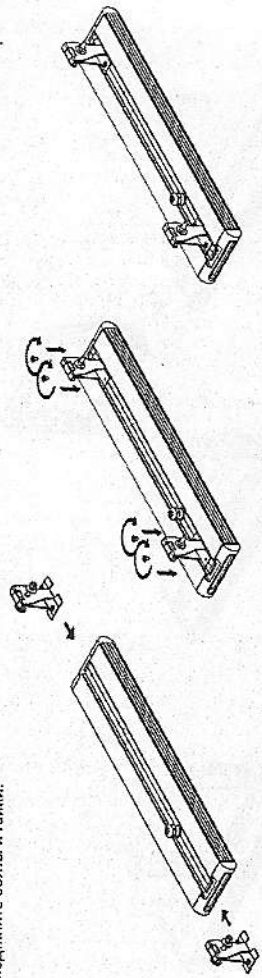
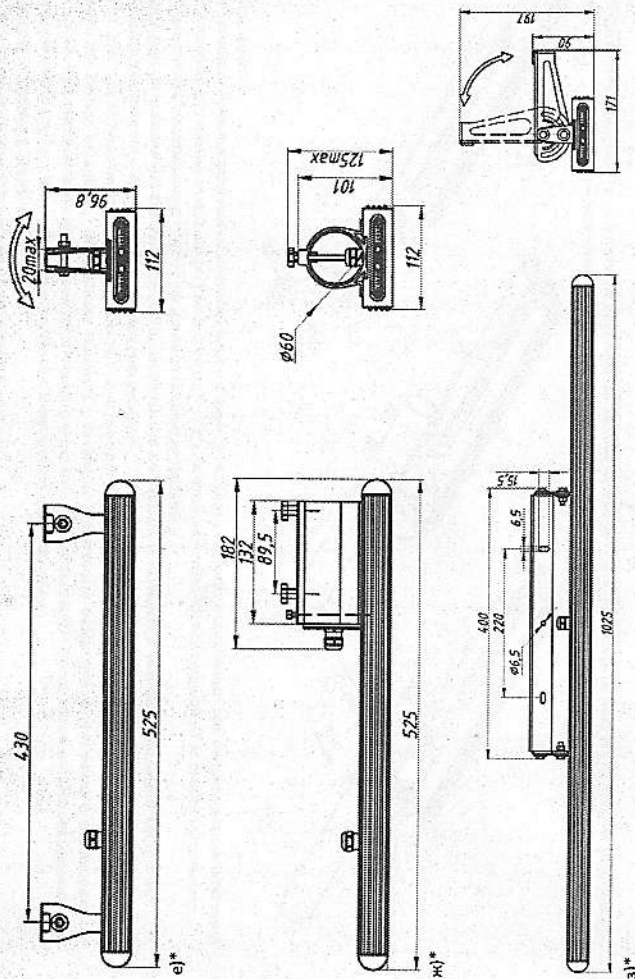

Рисунок 8 – Установка крепления Трос (на примере Element 0,5x1).
Рисунок 4 – Варианты крепления светильника Element (на примере Element 0,5x1 и Element 1x1):
5.9.1. Распакуйте крепление и установите на светильнике (см. рисунок 8). Заверните крепление в паз на корпусе светильника. Для фиксации крепления на корпусе светильника имеются 4 отверстия. Совместите отверстия на креплении с отверстиями на корпусе. Шаг между винтами на креплении должен совпасть с шагом между винтами на корпусе. Вкрутите четыре винта M5, идущих в комплекте для фиксации крепления на корпусе светильника. Крепление должно встать симметрично поперечной оси светильника (см. рисунок 4, е)
5.10.2. Распакуйте крепление и установите на светильнике (см. рисунок 4, ж). Заверните крепление в паз на корпусе светильника. Для фиксации крепления на корпусе светильника имеются 2 отверстия. Совместите отверстия на креплении с отверстиями на корпусе. Шаг между винтами на креплении должен совпасть с шагом между винтами на корпусе. Вкрутите два винта: M5x8, и M5x80 (стойкорный винт – см. рисунок 9), идущие в комплекте, для фиксации крепления на корпусе светильника.